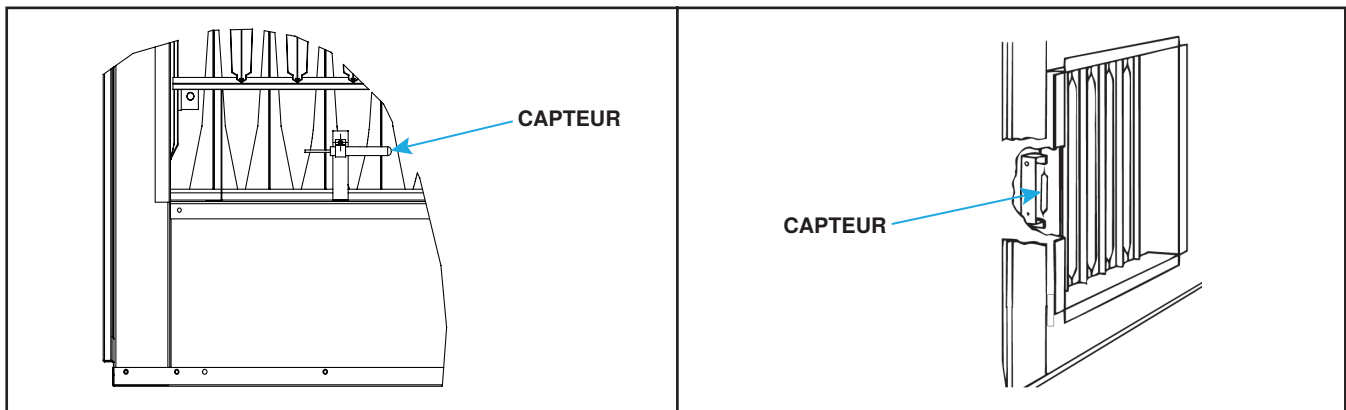

Figure 6. Lieux d'expédition du capteur capillaire
Selon l'option de contrôle des gaz, le capteur de température de l'air de refoulement est installé à l'usine ou sur le site. Les capteurs sur le site ont l'une des deux configurations suivantes : un ensemble capteur et tube de mélange ou un ensemble support de capteur et boîte de jonction. Pour les unités avec option de support de capteur et de boîte de jonction, le capteur est normalement installé sur un support dans la décharge du four pour l'expédition, mais il peut être monté dans le pied de l'armoire (voir Figure 6).
- (1) Avant de raccorder les conduits à la fournaise, retirez le capteur capillaire de sa position d'expédition sur la fournaise (voir Figure 6).